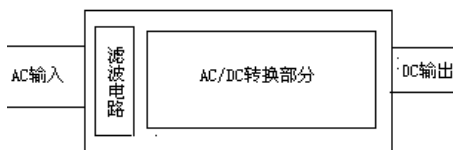

图7 电源输入线和输出线布置图
4.1 电源的交流输入线和直流输出线尽量分开，条件允许的情况下，尽量走成直线，见图7所示。